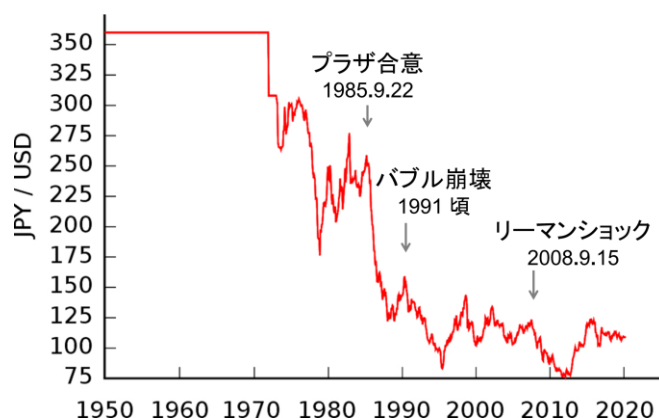

図 2. 対ドル為替レートの変遷 (円 JPY vs 米ドル USD)
超円高が加速し (図 2)、日本の輸出依存型企業は不況にあえいだ。富士通は、他社より一歩先を行くパソコン戦略 (1994~2003 年) で、当時世界最軽量を誇ったノート PC (FM-CARD) や超小型ワープロ「オアシス・ポケット」を市場に投入し何とか持ちこたえたが (表 1-④)、自社の優れた技術を公開しなかったために、オープンアーキテクチャ戦略をとった外国勢に太刀打ちできなくなった。すべての部品からソフトまでを自前で開発・製造する垂直統合方式では時間的・コスト的に不利なのだ。